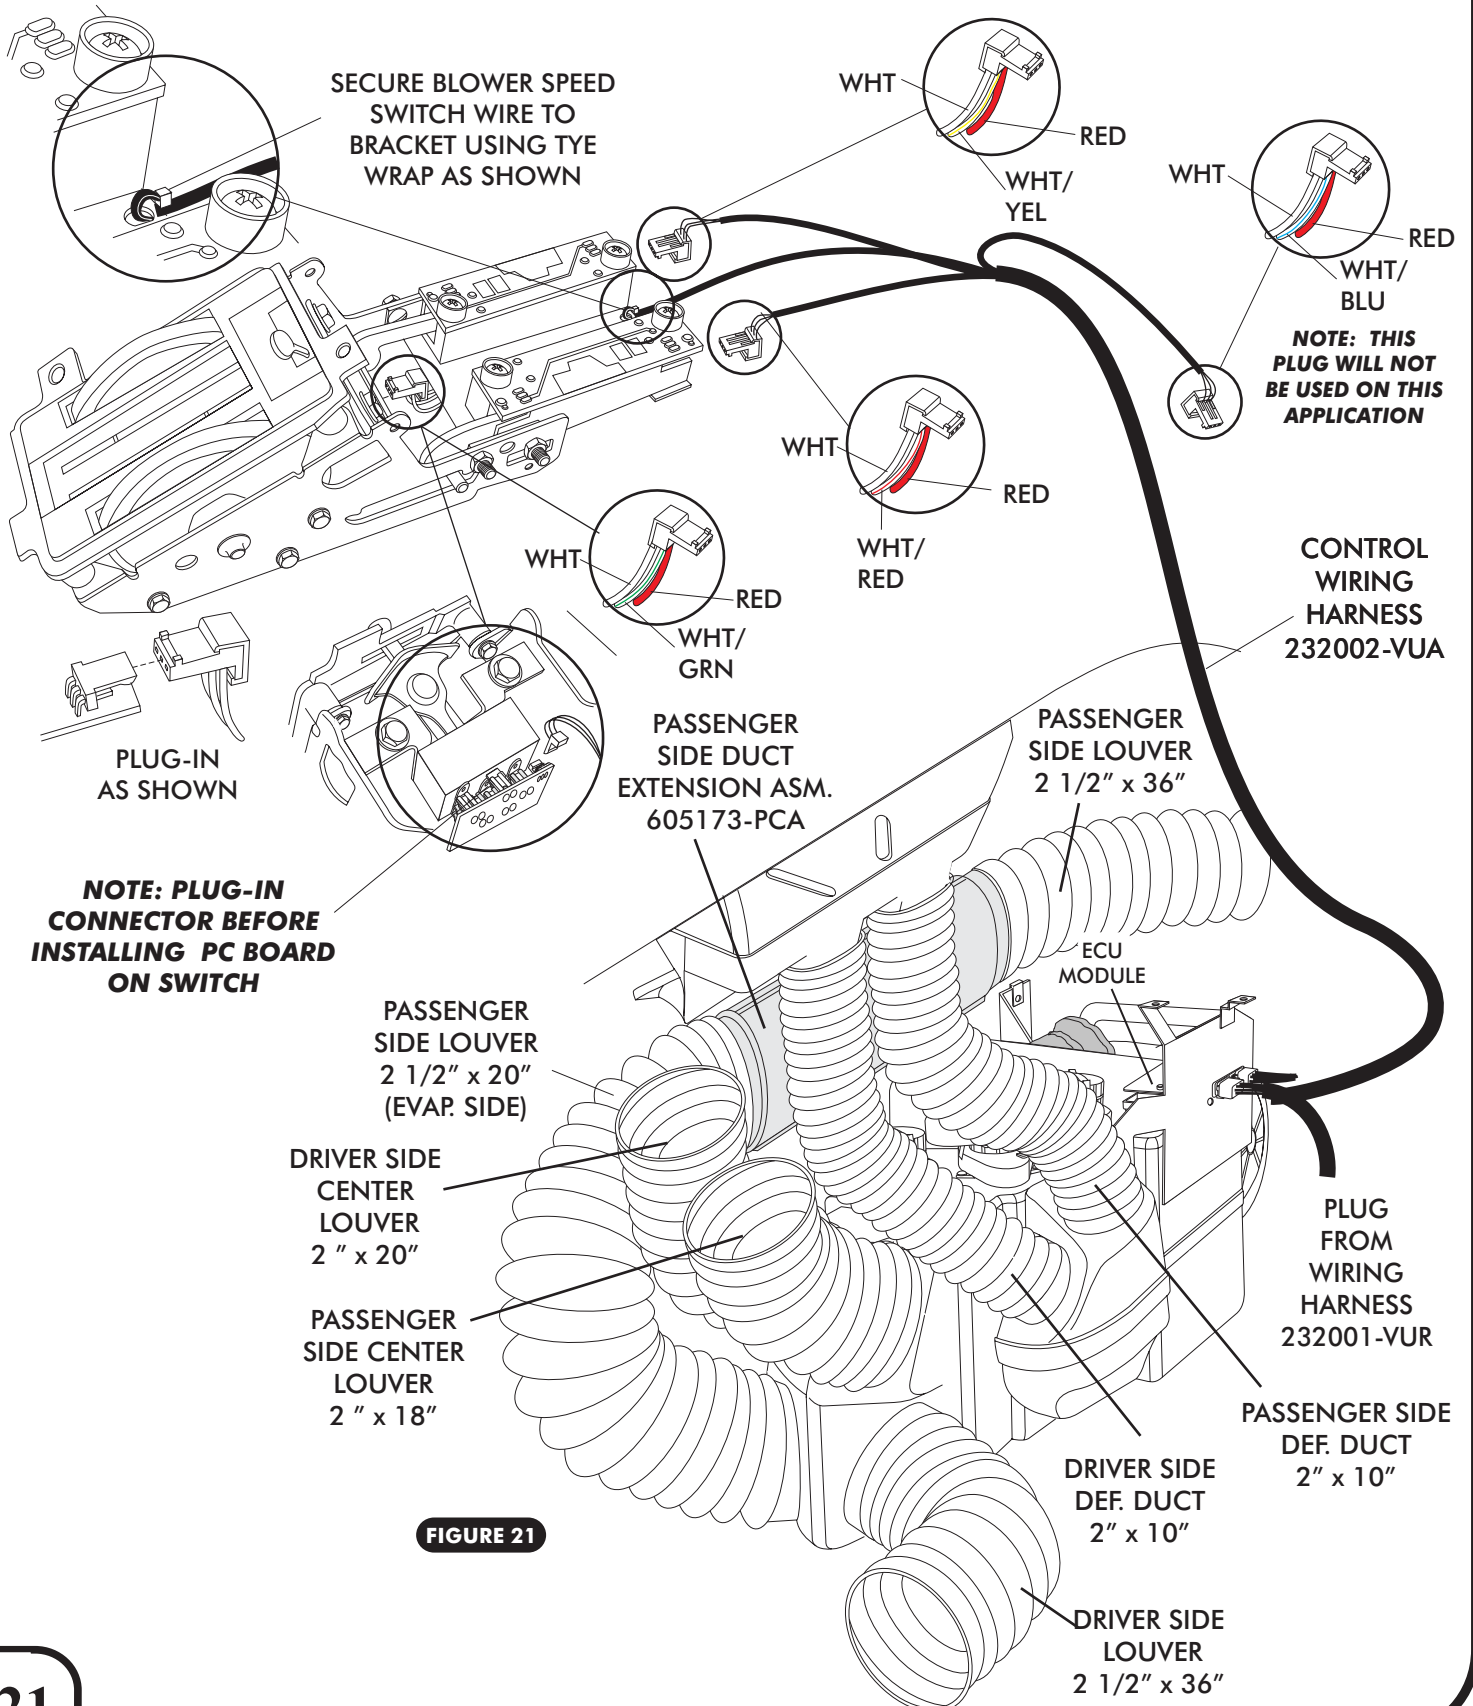

FIGURE 21
- INSTALL DUCT HOSES AS SHOWN IN FIGURE 21, PAGE 21.
- PLUG THE CONTROL PANEL HARNESS INTO THE ECU MODULE ON SUB CASE AS SHOWN. SEE FIGURE 21, PAGE 21.
- ROUTE THE CONTROL PANEL HARNESS UNDER THE CENTER DASH ASSEMBLY AND CONNECT THE CONTROL HARNESS TO THE CONTROL POTS AS SHOWN IN FIGURE 21, PAGE 21.